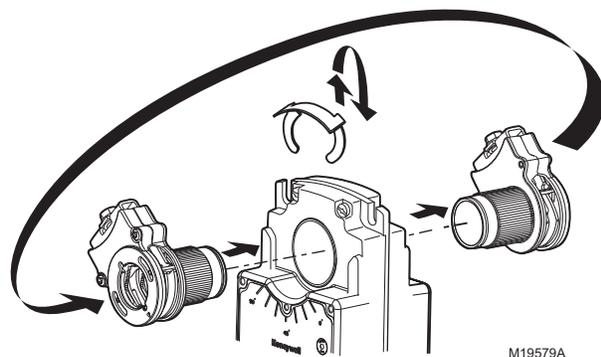

Fig. 42. Montagem do acoplamento do eixo ao lado oposto do atuador.
- (1) Posicione novamente o interruptor de ação direta/reversa, ou
- (2) Monte novamente o atuador no suporte.
- d. Mova o acoplamento do atuador para o lado oposto do atuador, conforme exibido na Fig. 42.
- (1) Remova a presilha de retenção do acoplamento do eixo e coloque-a de lado para uso posterior.
- (2) Remova o acoplamento do eixo de um lado do atuador.
- (3) Substitua o acoplamento do eixo no lado oposto do atuador, alinhando-o com base na identificação do curso.
- (4) Substitua a presilha de retenção no acoplamento do eixo utilizando a ranhura do acoplamento.